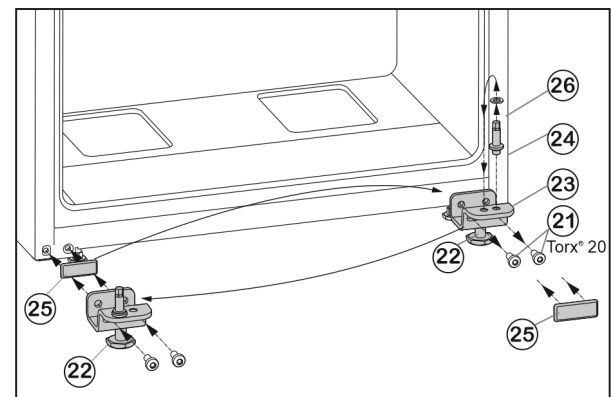

Fig. 7
- ▶ Svitare le viti di fissaggio Fig. 7 (21).
- ▶ Rimuovere completamente il cuscinetto di supporto inferiore Fig. 7 (23) con il perno del cuscinetto Fig. 7 (24), la rondella Fig. 7 (26) e il piede di regolazione Fig. 7 (22).
- ▶ Allentare completamente il perno del cuscinetto Fig. 7 (24) con la rondella Fig. 7 (26) nel foro di supporto situato nel lato opposto del cuscinetto di supporto e riavvitare saldamente.
- ▶ Estrarre con cautela la piastra di copertura Fig. 7 (25) e riapplicarla sul lato opposto.
- ▶ Riavvitare **saldamente (con 4 Nm)** tutto il cuscinetto di supporto inferiore Fig. 7 (23) con il perno del cuscinetto Fig. 7 (24), la rondella Fig. 7 (26) e il piede di regolazione Fig. 7 (22) sul nuovo lato della cerniera, eventualmente con l'ausilio di un avvitatore a batteria.
- ▶ Appoggiare la porta inferiore dall'alto sul perno cuscinetto Fig. 7 (24).
- ▶ Svitare il piedino regolabile Fig. 7 (22) sul cuscinetto di supporto inferiore Fig. 7 (23), fino a farlo appoggiare sul pavimento.